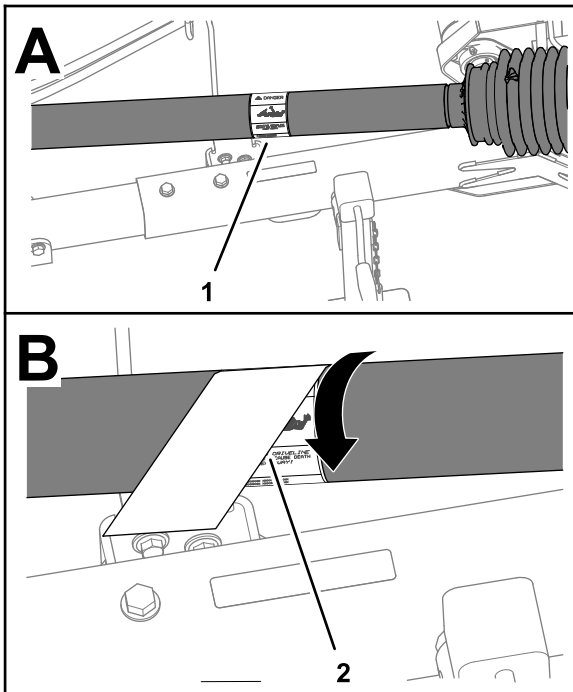

Figure 2
1. Faites tourner la protection de l'arbre de PDF pour accéder à l'autocollant d'avertissement de coincement existant (Figure 2).
4. Apposez l'autocollant d'avertissement de coincement CE sur l'autocollant existant (Figure 2).